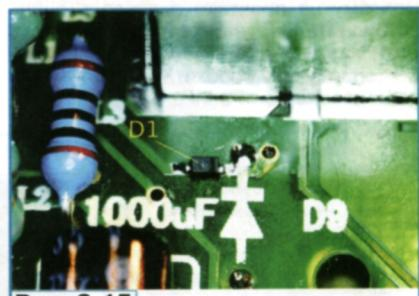

Рис. 2.15
5. Переносят диод D1 ближе к диоду D9 (SW), можно взамен диода BA277 применить диод 1N4148WS (рис. 2.15).